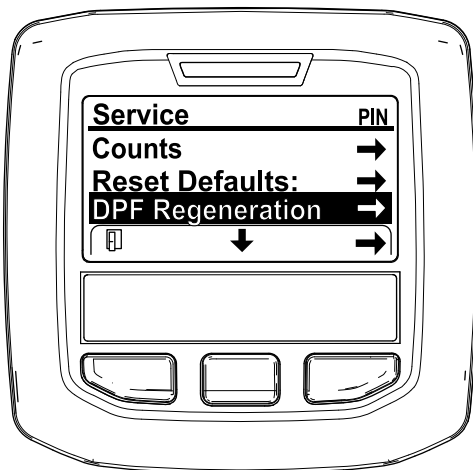

Figura 48
3. En el menú SERVICE (Servicio), pulse el botón del medio hasta que aparezcan las opciones de DPF REGENERATION (Regeneración de DPF) y pulse el botón derecho para seleccionar la opción DPF REGENERATION (Regeneración de DPF) (Figura 48).